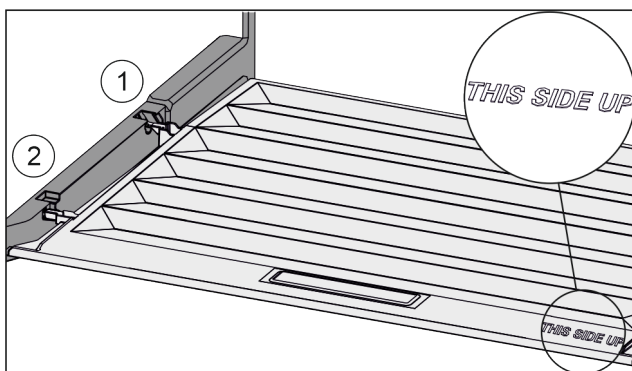

Fig. 52
- ▶ Anbring dækslets tappe over åbningen i den bageste holder Fig. 52 (1), og lad dem gå i indgreb i forreste holder Fig. 52 (2).